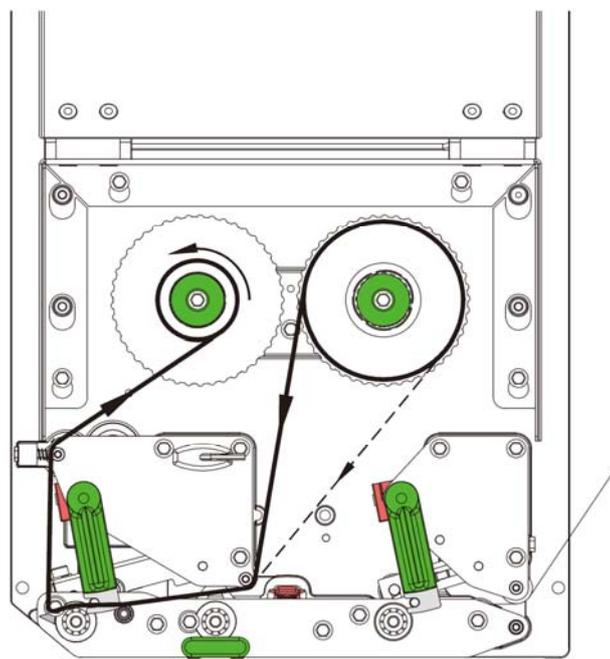

图 11 碳带安装路径
6. 依照图11的路径将碳带置入打印模组并绕到碳带回收轴上；